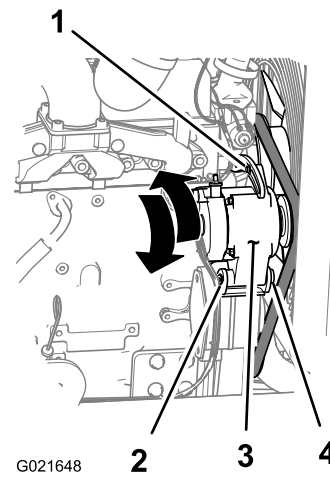

Figure 87
- Desserrez l'écrou et le boulon au point de pivotement de l'alternateur (Figure 87).
- Desserrez le boulon de réglage sur l'alternateur (Figure 87).
- Éloignez l'alternateur du moteur pour accroître la tension de la courroie et rapprochez l'alternateur du moteur pour réduire la tension de la courroie (Figure 87).
- Resserrez le boulon de réglage de l'alternateur (Figure 87).
- Si la tension de la courroie est correcte, serrez l'écrou et le boulon au point de pivotement de l'alternateur (Figure 87); dans le cas contraire, répétez les opérations 2 à 5.
- Rapprochez l'alternateur du moteur pour détendre la courroie afin de pouvoir la retirer de la poulie d'alternateur (Figure 87).